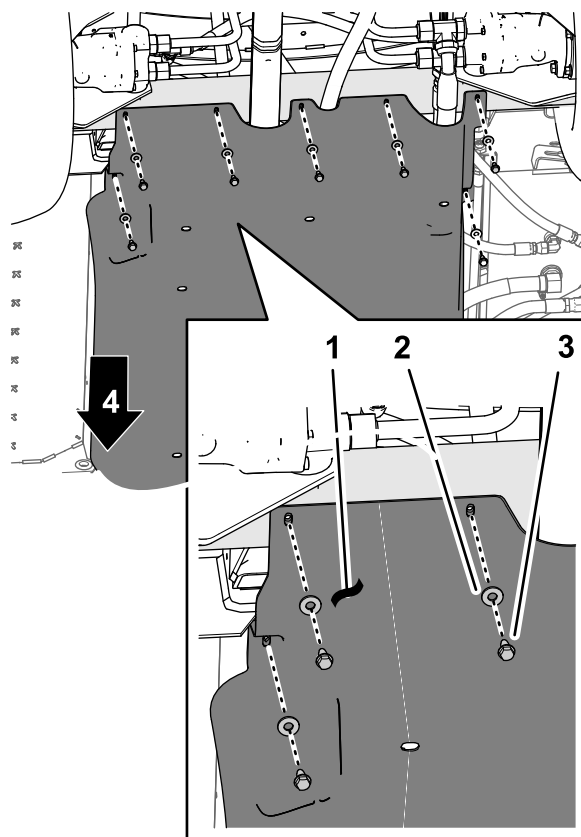

Figura 180
4. Alinee los orificios de la parte trasera del protector de bajos con los orificios del chasis (Figura 180).
5. Sujete la parte trasera del protector de bajos al chasis con los 7 pernos con arandela prensada (5/16" x 7/8") y las 7 arandelas (5/16") que retiró en el paso 1 de 12 Retirada del kit opcional de protector de bajos (página 25) (Figura 180).